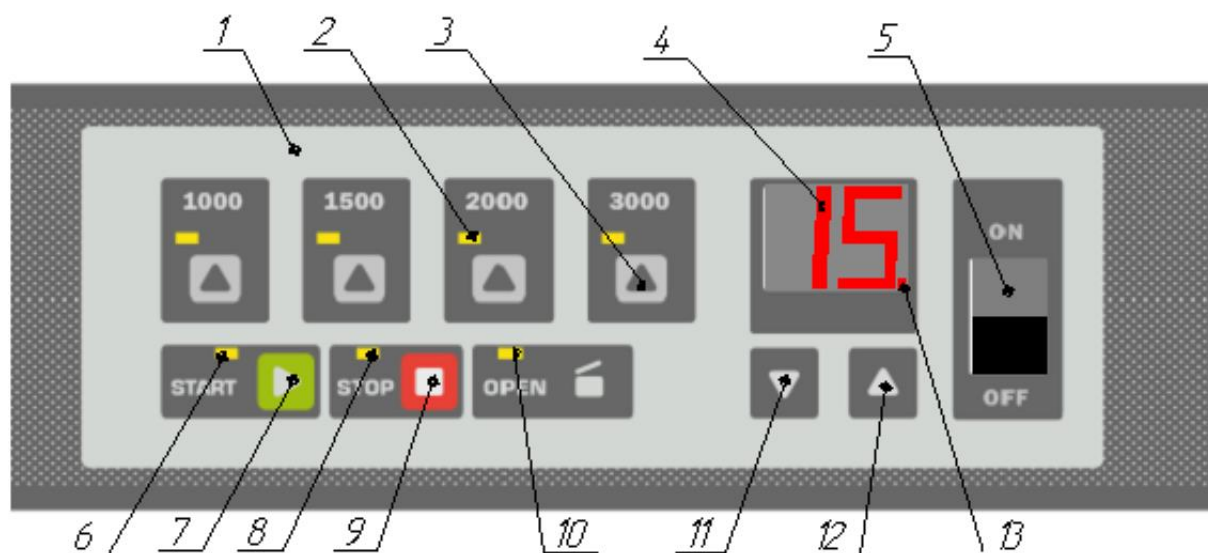

Рис.6 Панель управления центрифугой Liston C 2204 Classic
- Включите центрифугу переключив сетевой выключатель, расположенный на передней панели (поз.5 рис.6) в положение ON (I). при этом загорятся индикатор «STOP» (поз.8 рис.6) и индикатор времени центрифугирования (поз.4 рис.6)
- Выберите скорость вращения нажав одну из кнопок с желаемой скоростью (1000, 1500, 2000, 3000 об/мин). При нажатии загорится соответствующий выбранной скорости индикатор (поз.2 рис.6)
- Для запуска вращения нажмите кнопку «START»(поз.7 рис.6). Загорится соответствующий индикатор (поз.6 рис.6) и начнется плавный разгон ротора до установленной скорости центрифугирования.
- Центрифуга Liston C 2204 Classic может работать в режиме прямого (а не обратного) отсчета времени. Для работы в данном режиме установите время центрифугирования на 0 и нажмите кнопку «START» (поз.7 рис.6). Процесс центрифугирования будет продолжаться до 100 мин. или до нажатия кнопки «STOP» (поз.9 рис.6). При работе в режиме прямого отсчета времени будет гореть индикатор в виде точки (поз. 13 рис.6)
- В процессе замедления ротора индикатор «STOP» (поз.9 рис.6) будет мигать. При замедлении ротора до 50 об/мин прозвучит трехкратный звуковой сигнал и индикатор «STOP» (поз.9 рис.6) загорится постоянно. Центрифугу можно безопасно открыть.